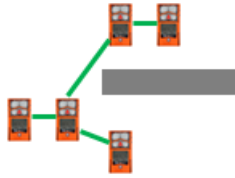

Figura 5.6 Posizioni degli strumenti peer di un gruppo LENS
- In caso di impostazione *manuale*, lo strumento può connettersi a qualsiasi gruppo LENS e abbandonarlo secondo necessità (vedere la Figura 5.6).